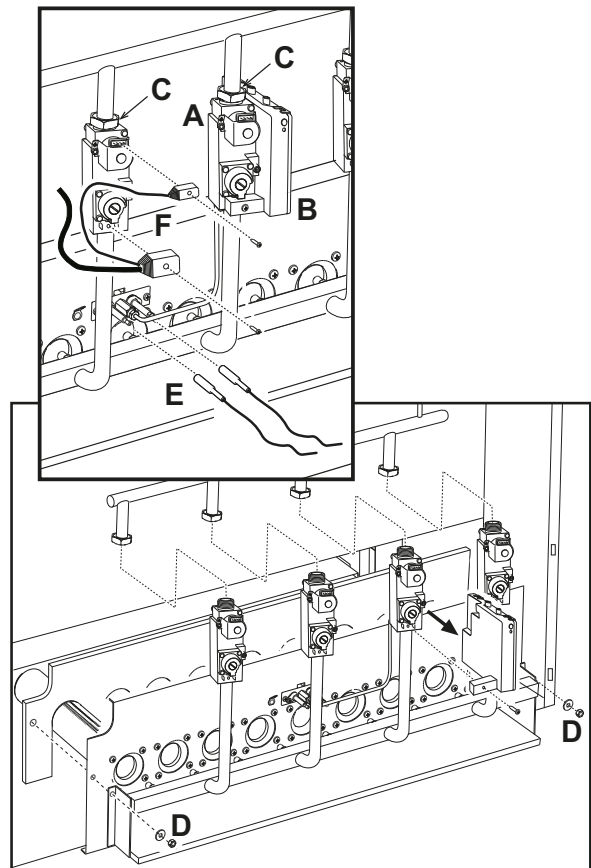

fig. 7 - Smontaggio e pulizia bruciatori
- Svitare le due viti che trattengono la centralina elettronica di controllo fiamma (part. B - fig. 7) alla valvola gas (part. A - fig. 7) e sfilarla da quest'ultima.
- Svitare le viti che fissano i connettori (F) alle valvole gas e sfilarli dalle stesse.
- Scollegare i cavi per l'accensione e la ionizzazione (E) dal gruppo elettrodi.
- Svitare i dadi che fissano il tubo adduzione gas a monte delle valvole gas (part. C - fig. 7).
- Svitare i due dadi che fissano la porta della camera di combustione agli elementi in ghisa della caldaia (part. D - fig. 7).